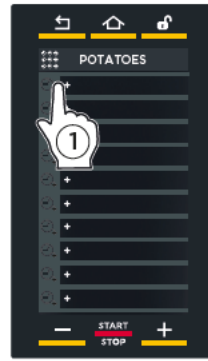

fig. M8
- 1 Raak het symbool “+” aan op het scherm (fig. M8).